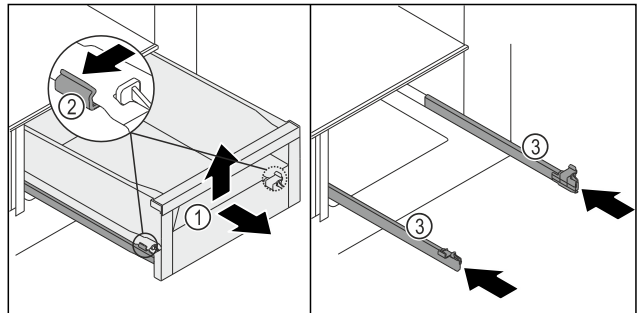

Fig. 116
- ▶ Schubfach Fig. 116 (1) bis zum Anschlag herausziehen.
- ▶ Klemme Fig. 116 (2) links und rechts an den Schienen gleichzeitig leicht nach außen drücken.
- ▶ Schubfach Fig. 116 (1) löst sich von den Schienen.
- ▶ Schubfach Fig. 116 (1) vorne hochheben.
- ▶ Schubfach Fig. 116 (1) nach vorne entnehmen.
- ▶ Schienen Fig. 116 (3) einschieben.